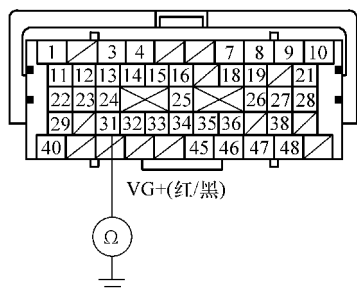

图 5-90 检查 B31 端子与车身搭铁之间的导通性
11) 如图 5-90 所示, 检查 ECM/PCM 插头 B31 端子与车身搭铁线之间的导通性, 是否导通?